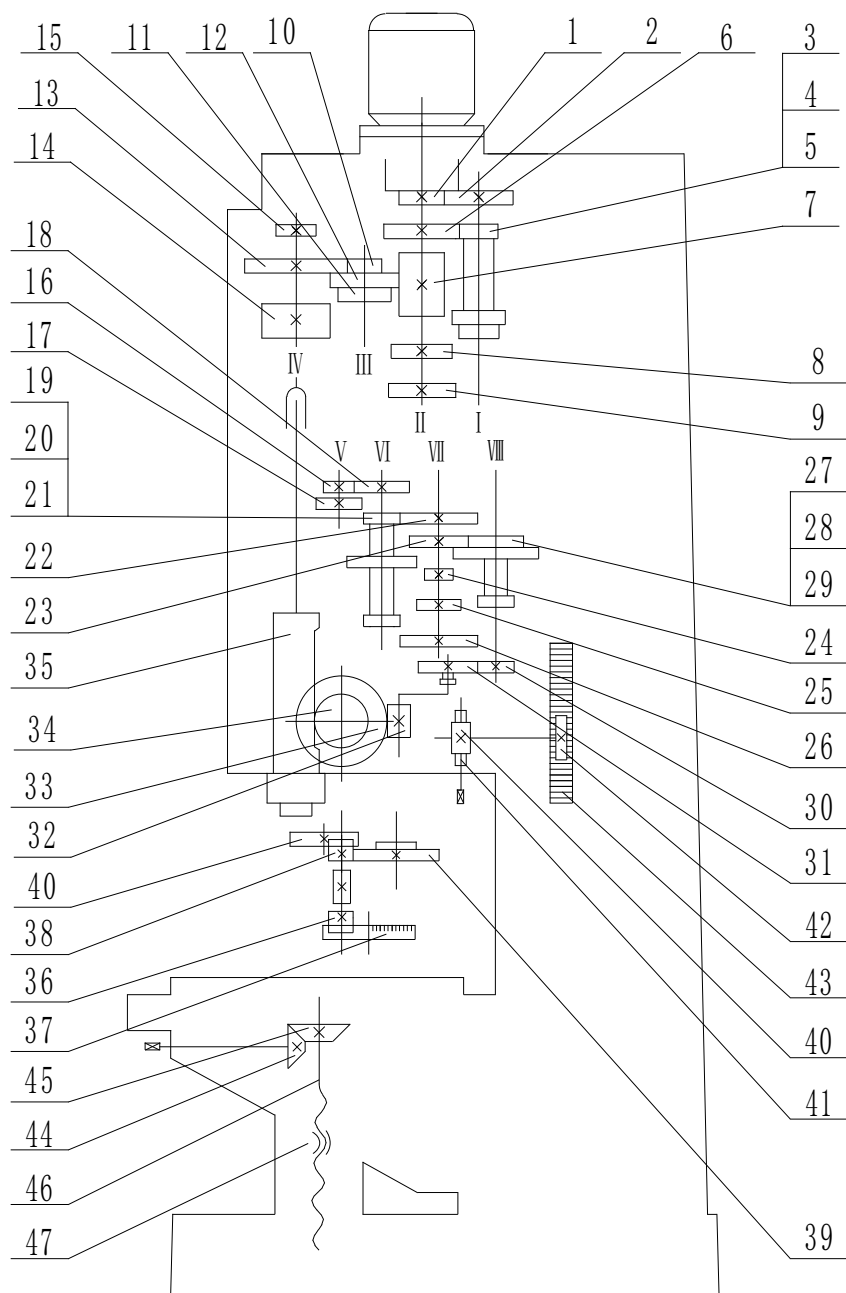

Рисунок 4-1 Схема кинематической системы
| 4. Кинематическая система станка (рисунок 4-1)..... | 5 |
4. Кинематическая система станка (рисунок 4-1).
(См. Рисунок 4-1)
| Рисунок 4-1 Номер позиции | 1 | 2 | 3 | 4 | 5 | 6 | 7 | 8 | 9 | 10 |
| Рисунок 4-1 Номер позиции | 11 | 12 | 13 | 14 | 15 | 16 | 17 | 18 | 19 | 20 |
| Рисунок 4-1 Номер позиции | 21 | 22 | 23 | 24 | 25 | 26 | 27 | 28 | 29 | 30 |
| Рисунок 4-1 Номер позиции | 31 | 32 | 33 | 34 | 36 | 37 | 38 | 40 |
| Рисунок 4-1 Номер позиции | 41 | 42 | 43 | 44 | 45 | 46 | 47 | 39 |